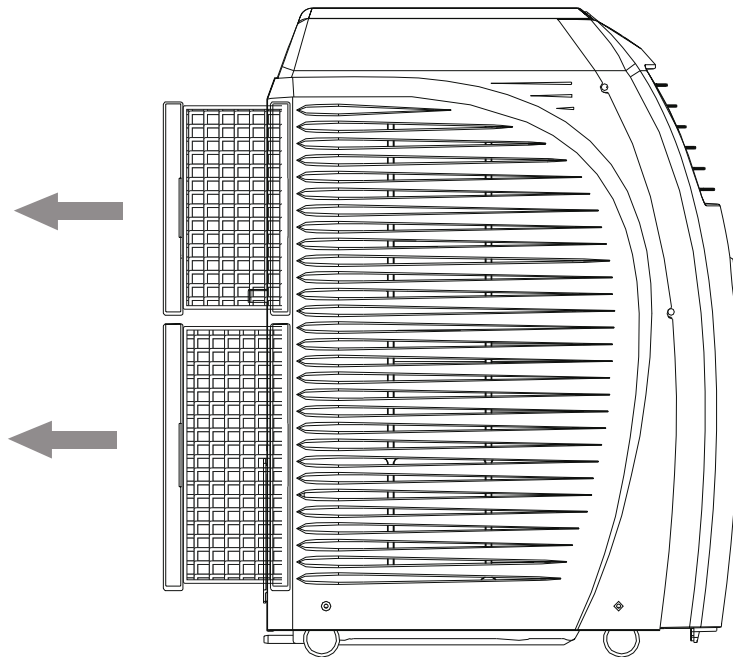

Fig. 22
- Deslice hacia afuera el filtro de aire desde el lateral como se muestra en la Fig. 22